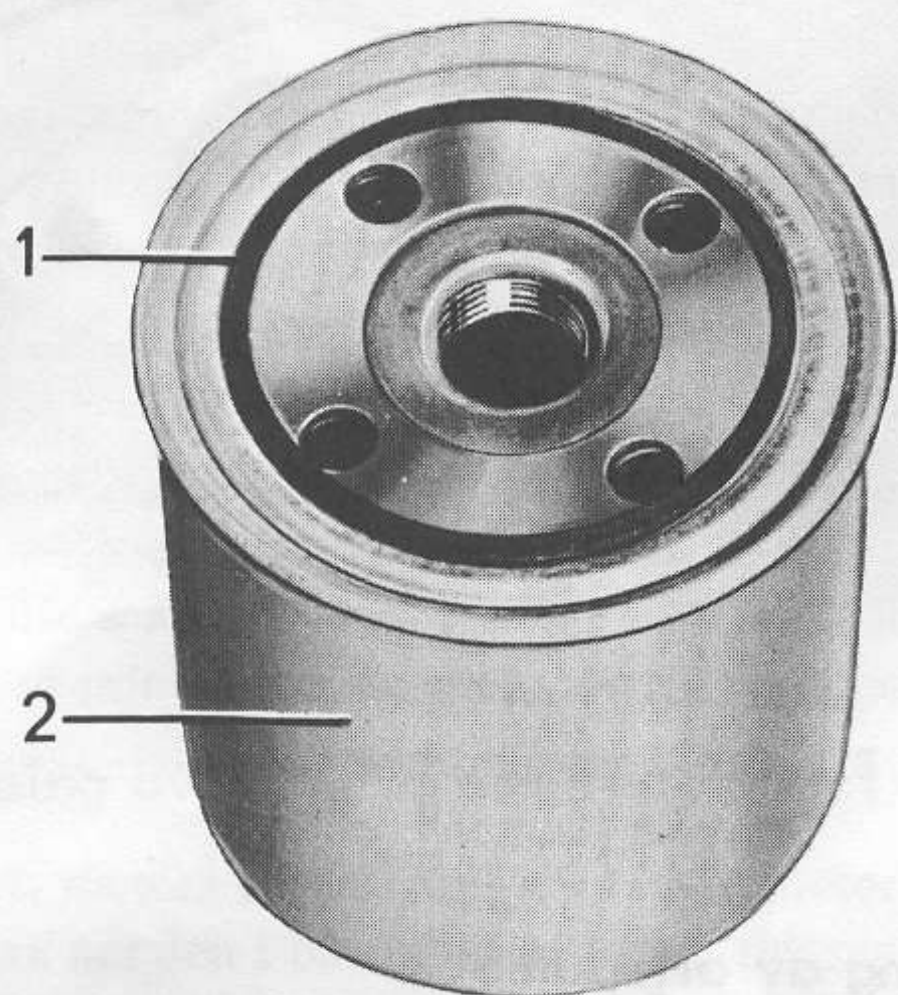

Bild D4 Oljefilter
Oljefiltret (bild D4) är tillsammans med insats och överströmningsventil som en enhet fastskruvad på en nippel i blocket.
2. Stryk olja på det nya filtrets gummipackning (1, bild D4) och se till att anliggningsytan för oljefiltret är fri från smuts. Packningen glider genom oljebestrykningen bättre mot tätningsytan. Skruva på filtret för hand tills det just berör tätningsytan.